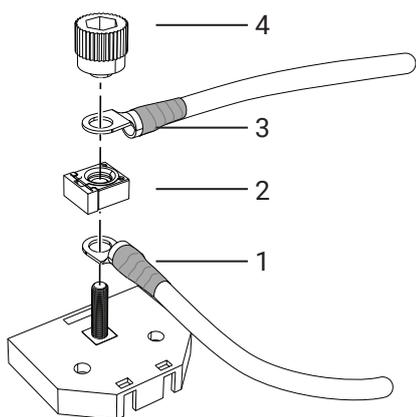
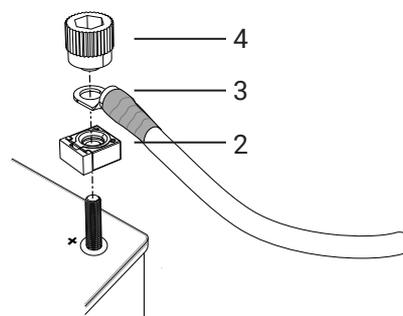

Imagen 59. Conexión a la caja de fusibles
Imagen 60. Conexión al terminal positivo de la batería
1. Cuando todos los cables se hallen en el lugar adecuado del pasacables, apriete los cinco tornillos, véase Imagen 59.
3. Cuando utilice la caja de fusibles, conectar el cable (1) al terminal positivo de la batería y a la caja de fusibles y colocar el fusible (2) en la parte superior, véase Imagen 59.
4. Cuando se conecte directamente al terminal positivo de la batería, colocar el fusible (2) en el terminal positivo, véase Imagen 60.
5. Conectar el cable de alimentación principal (3) a la caja de fusibles/al terminal positivo, véase Imagen 59 - Imagen 60.
6. Apretar las conexiones de cables y el fusible con la perilla (4). Los cables se colocan a 90° o 180° entre sí. El fusible se monta con el ángulo correcto orientado hacia los cables, véase Imagen 59 - Imagen 60.